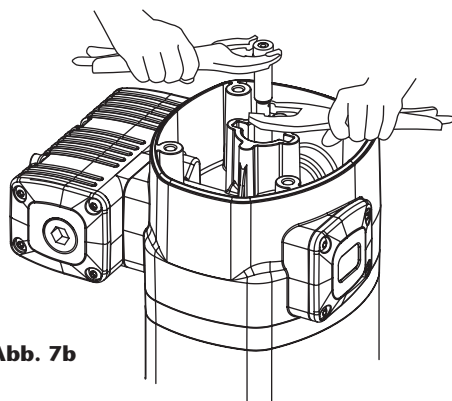

Abb. 7b
1. Lösen Sie die vier Schrauben (A) und entfernen Sie die Abdeckung (B).
2. Schrauben Sie den Umkehrstecker (C) ab.
3. Ziehen Sie die Spindel (O) unter Verwendung eines Schraubstocks an der Buchse (D) heraus, bis ihre zentrale Aussparung erscheint (Abb. 5a). Dann fasst man mit einer anderen Handzange die Spindel (O) in der zentralen Aussparung, um die Dichtfläche nicht zu beschädigen, und schraubt die Buchse (D) ab (Abb. 7b).
4. Entsorgen Sie den O-Ring (E) und den Ring (F) und verwenden Sie später beim Wiederaufbau neue.
5. Schrauben Sie die vier Schrauben (R) heraus. Ziehen Sie den Antriebskopf (J) nach oben, bis er zusammen mit dem Flansch (L) frei ist.
6. Entfernen Sie die Umkehrbuchse (G). Ersetzen Sie die Dichtungen (H) und (I) dieser Buchse.
7. Lösen Sie die fünf Schrauben (M) und trennen Sie das Motorgehäuse (J) vom Flansch (L). Die Unterlegscheibe (K) entfernen und die Dichtung (H) ersetzen.
8. Entfernen Sie den Zylinder (N), indem Sie den Kolben (Q) vorsichtig festhalten. Ersetzen Sie die Dichtung (P) am Kolben (P).
9. Bauen Sie die Baugruppe in umgekehrter Reihenfolge wieder zusammen, indem Sie die Schrauben (M), die Buchse (D) und den Umkehrstopfen (C) mit Schraubensicherung versehen.